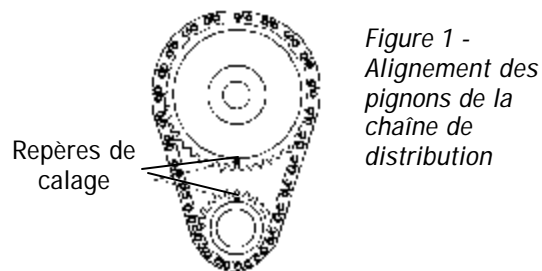

Figure 1 - Alignement des pignons de la chaîne de distribution
13. Faites tourner le moteur jusqu'à ce que les marques de repère du calage de l'allumage soient alignées tel que montré à la figure 1.
2. Posez l'arbre à cames neuf avec des pignons, des poussoirs et une chaîne de distribution neufs. **MISE EN GARDE** : Utilisez la chaîne de distribution à roulement constant et l'ensemble de pignons numéro 7820 Performer-Plus Edelbrock (1965-milieu de 1972) ou numéro 7811 (1973-1990). L'ensemble d'entraînement de pignons Accu-Drive numéro 7892 peut aussi être utilisé. N'utilisez pas de chaîne de distribution et d'ensemble de pignons de modèle à retard qui sont conçus en position de retard et ne sont pas recommandés pour la pose de cet arbre à cames. Les ensembles de distribution Edelbrock comportent trois rainures de clavettes pour la sélection du calage spécifique. Utilisez un composé de blocage sur le filetage des boulons fixant l'engrenage de distribution à l'arbre à cames. Appliquez le couple selon les recommandations du fabricant et tel qu'indiqué dans un manuel de réparation de moteur. Posez l'arbre à cames en alignant les marques de calage selon les spécifications recommandées par le fabricant. Reportez-vous à la figure 1. Le calage
Une fois l'arbre à cames posé et correctement synchronisé (voir figure 1), il est nécessaire de vérifier la précharge du poussoir de chaque tige poussoir.